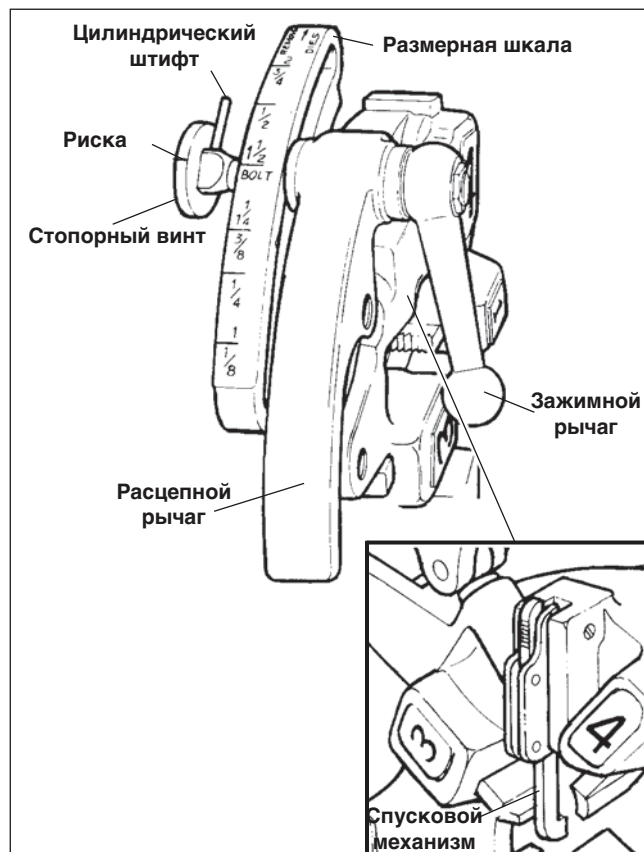

Рисунок 13 – Самооткрывающаяся головка № 815
- Самооткрывающаяся головка № 815А (рисунок 13) – Нажмите на расцепляющий рычаг до щелчка спускового триггера.
Самооткрывающаяся резьбонарезная головка №815А (рисунок 13) – Когда курок резьбонарезной головки входит в контакт с концом трубы, расцепляющий рычаг автоматически открывается.
ВНИМАНИЕ! Для самооткрывающейся головки № 815 (рисунок 13) для правых резьб требуется четыре набора гребенок для нарезания резьбы на трубы диаметром 1/8 – 2. Один набор гребенок требуется для каждого из следующих диапазонов размеров труб: (1/8), (1/4 – 3/8), (1/2 – 3/4) и (1 – 2). Для болтовых резьб требуется отдельный набор гребенок для каждого размера болтов.